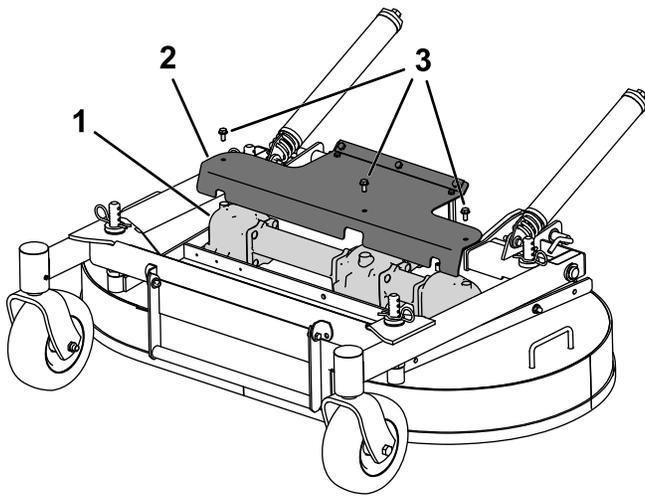

Bild 36
3. Entfernen Sie die Schutzvorrichtung, um an das Getriebe zu gelangen (Bild 36).